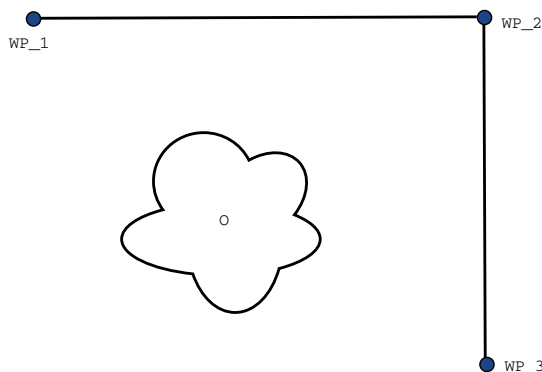

FIGURE 15.2 – WP_1 : position initiale, WP_2 : via point, WP_3 : position de ramassage, 0 : obstacle.
Exemple Considérez une application de ramassage et de placement comme un exemple (voir la figure 15.2), où le robot est actuellement au Point de passage 1 (WP_1), et elle doit ramasser un objet au Point de passage 3 (WP_3). Pour éviter les collisions avec l'objet et les autres obstacles (0), le robot doit s'approcher WP_3 dans la direction venant du Point de passage 2 (WP_2). Donc trois points de passage sont introduits pour créer un chemin qui répond aux exigences.